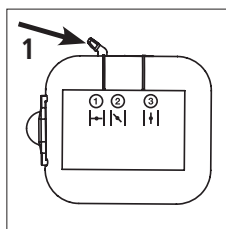

Fig. 13
2. Mova a alavanca do afogador para a posição "1", [Fig. 13].